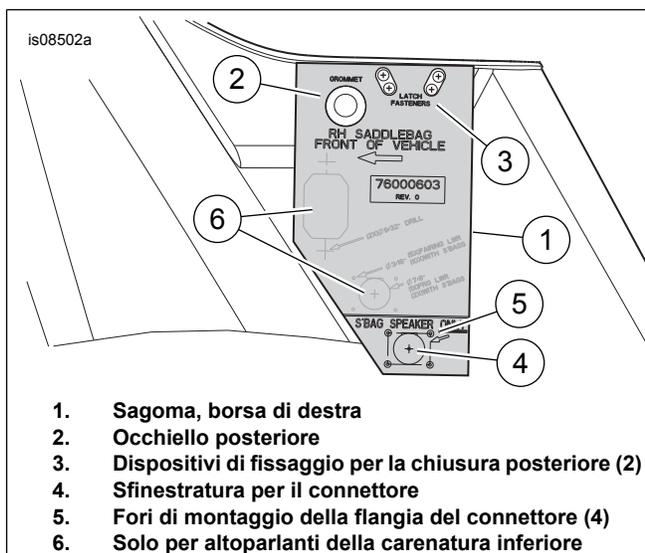

Figura 1. Foratura della borsa destra per l'installazione dell'altoparlante per borsa Stage II
3. Vedere Figura 1. Collocare la sagoma (1) sulla borsa. Allineare l'occhiello (2) e le aperture dei dispositivi di fissaggio (3). Eseguire il foro in corrispondenza dei punti (4) e (5), sotto la scritta "S'BAG SPEAKER ONLY".
4. Eseguire quattro fori (5) per i punti di montaggio della flangia del connettore inferiore.
8. **Se si installa un amplificatore nella borsa di destra come parte del kit di installazione altoparlanti per carenatura inferiore:** tagliare le aperture (vedere Figura 1, elemento 6) per i due connettori della paratia superiore seguendo le istruzioni contenute nel kit.